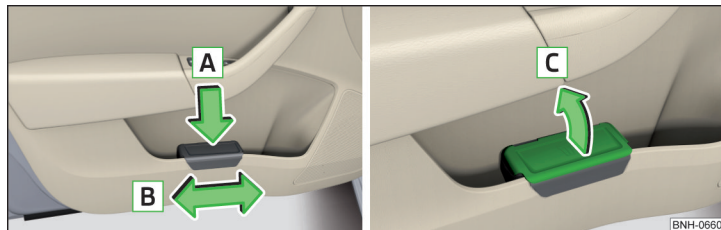

Fig. 87 Cubo de basura: colocar y mover / abrir
- Presione el cubo de basura por el área trasero en el sentido de la flecha **A** » fig. 87.
- Extraiga el cubo de basura en sentido contrario al de la flecha **A** » fig. 87.
- Levantar la tapa en el sentido de la flecha **C** » fig. 87.